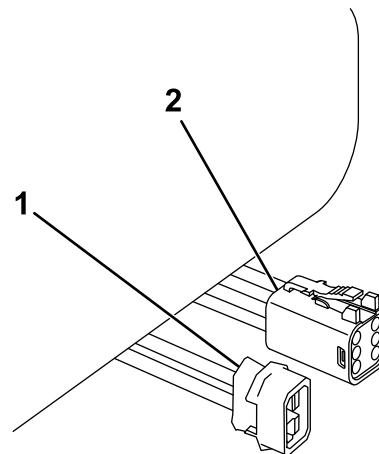

Bild 17
17. Befestigen Sie den Anschluss des Schneepflugs und den schwarzen und roten Strom-/Erdungsanschluss mit einem Kabelbinder am unteren Teil der hinteren Stoßstange (Bild 17).